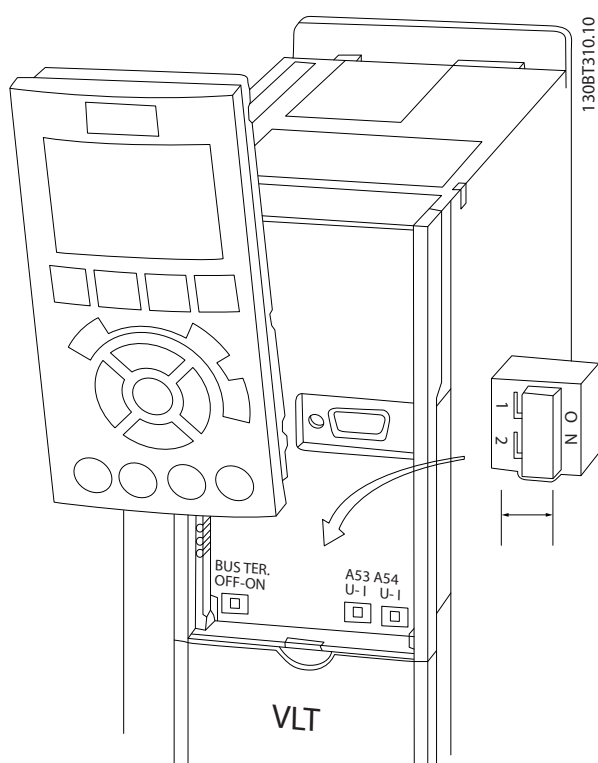

図 2.18 端子 53 と 54 スイッチおよびバス端子スイッチの位置
- LCP をはずすと、スイッチにアクセスできます (図 2.18 を参照)。ユニットに利用できるいくつかのオプションカードでは、これらのスイッチをカバーしており、スイッチ設定変更の場合は外す必要があります。オプションカードを外す前に、電力を必ず切ってください。